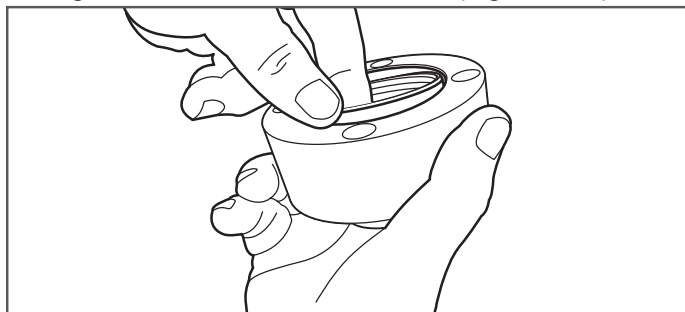

Figure 7-15
16. Assurez-vous que le bord effilé ou conique du verrou de la gaine est orienté vers l'extérieur (Figure 7-15).